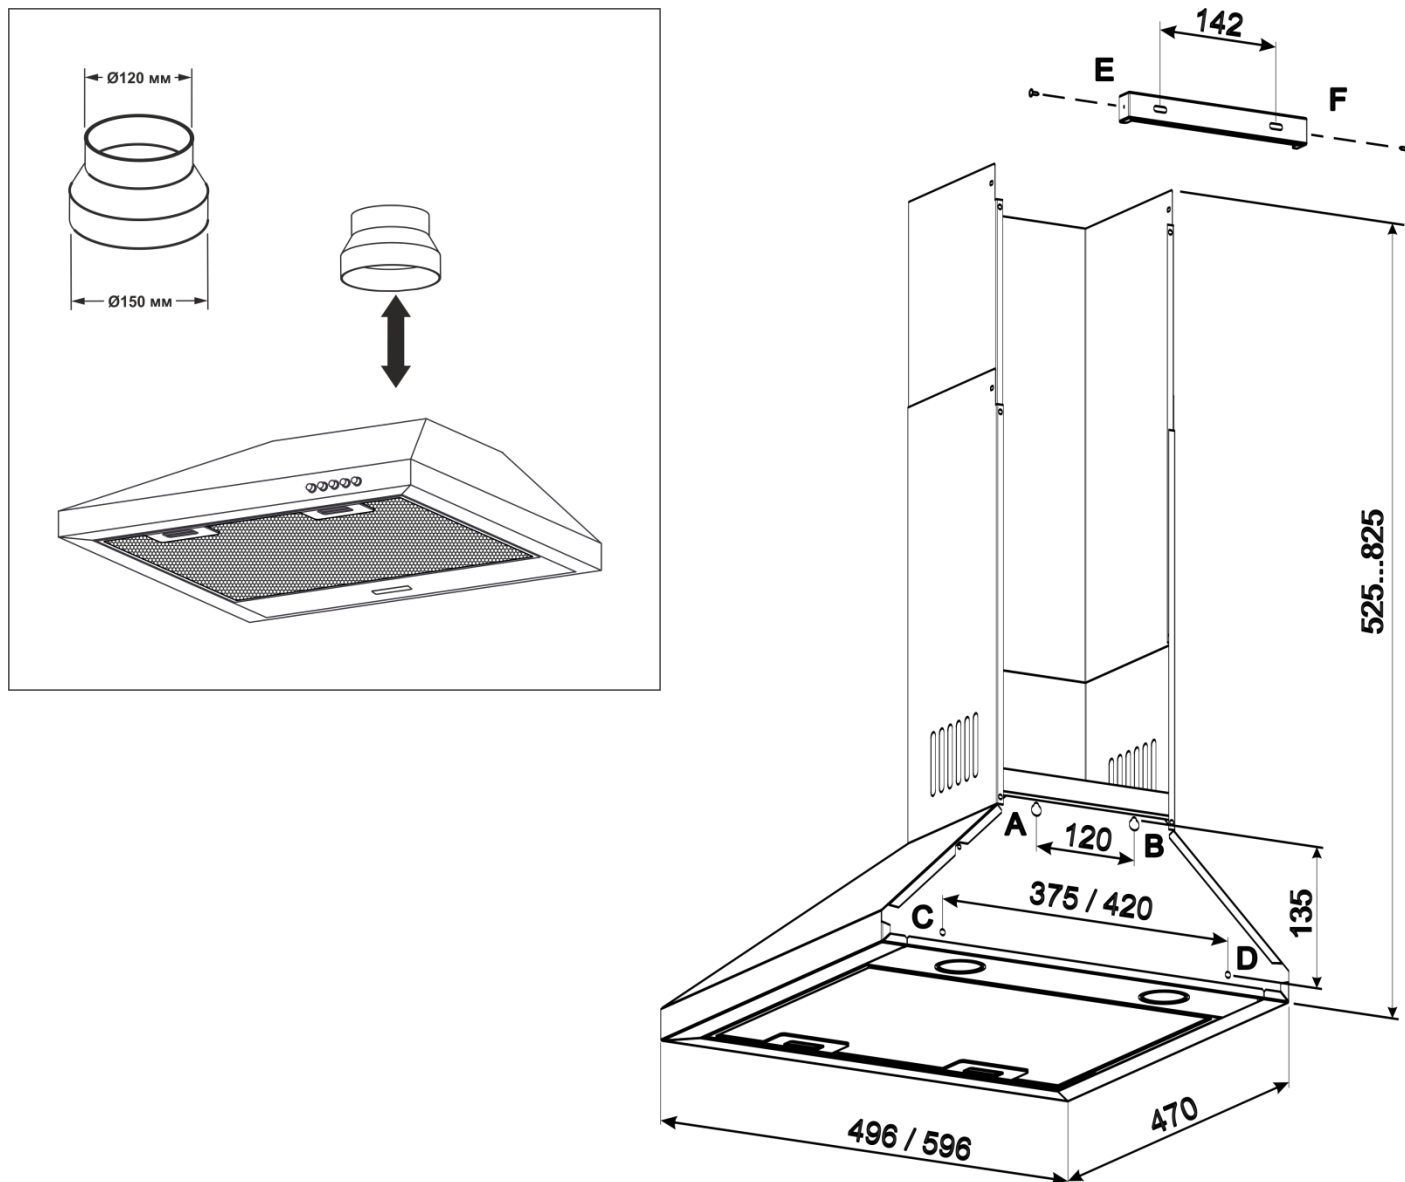

Рис.4
- 6.4 Проведіть розмітку кріпильних отворів корпусу на стіні кухні. Для цього виготовте паперовий шаблон з координатами 4-х отворів на задній стінці корпусу (точки А, В, С, D див **схема монтажу**); прикладіть шаблон до стіни на необхідній висоті, що вказана вище, і вирівняйте його по рівню (**рис.4**).
- 6.10 Установіть телескопічний коминак на корпусі витяжки. Підніміть верхню панель коминка з планкою під стелю, щоб він закривав повітровід вентиляції, і розмітьте по пазам планки 2 отвори під кріплення (т. Е, F) (**рис.4**).
6.14 Установіть зовнішню панель коминка в пази на корпусі витяжки, а внутрішню – підніміть вгору до суміщення отворів кріплення з планкою і з'єднайте їх з боків 2-ма шурупами **ПКГ 2,9x9,5** (**рис.4**).